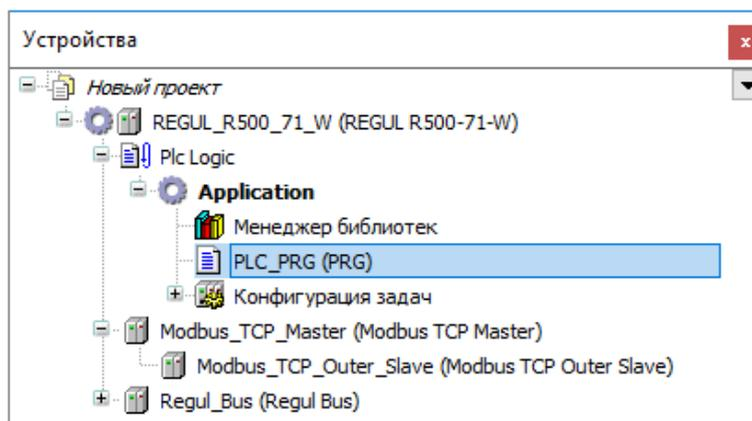

Рисунок 24. ПЛК-программа в иерархической структуре контроллера
**Программа** (ПЛК-программа) – реализуемый пользователем алгоритм, целью которого является управление технологическим процессом, аварийная защита оборудования, телеметрия и так далее. Состоит из программных компонентов (POU) таких как: программный код, функция, глобальные переменные, функциональные блоки, а также метод, действие, интерфейс, объект типа данных (DUT) или какой-либо внешний файл произвольного формата. Программа привязана к контроллеру и занимает определенное место в структуре контроллера (Рисунок 24). Для контроллера может быть создана одна или несколько программ.